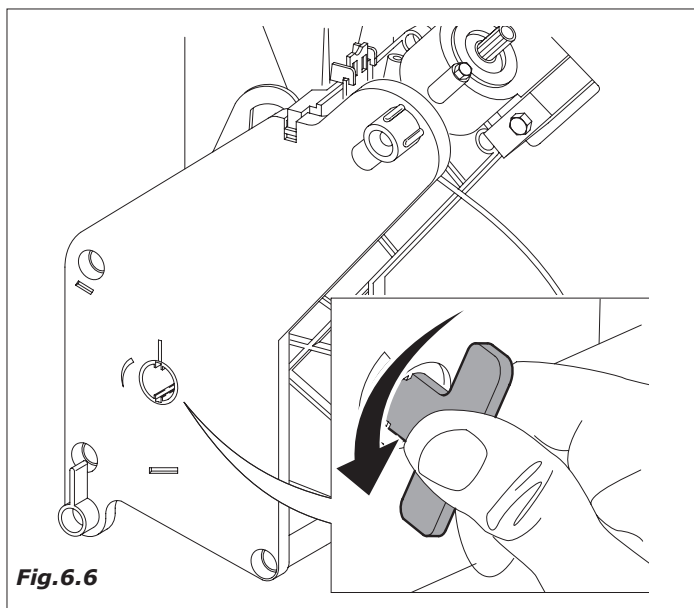

Fig. 6.6
- Pulire dai residui di polvere di caffè il gruppo; per facilitare il compito si può estrarre il gruppo dalla sede (Fig.6.6).